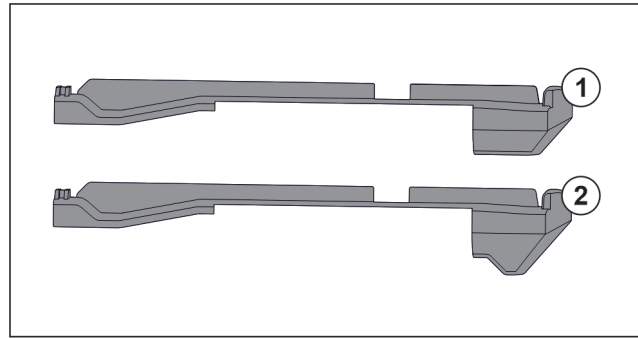

Fig. 29 Compararea pieselor de fixare
În aparat există două piese diferite de fixare. Piesa de fixare de deasupra sertarului de jos Fig. 29 (2) are o margine triunghiulară. Toate celelalte piese de fixare Fig. 29 (1) au o margine dreaptă.
- ▶ Montați piesa de fixare Fig. 29 (2) cu marginea triunghiulară peste sertarul de jos.
- ▶ Montați piesa de fixare Fig. 29 (1) cu marginea dreaptă la toate celelalte poziții.